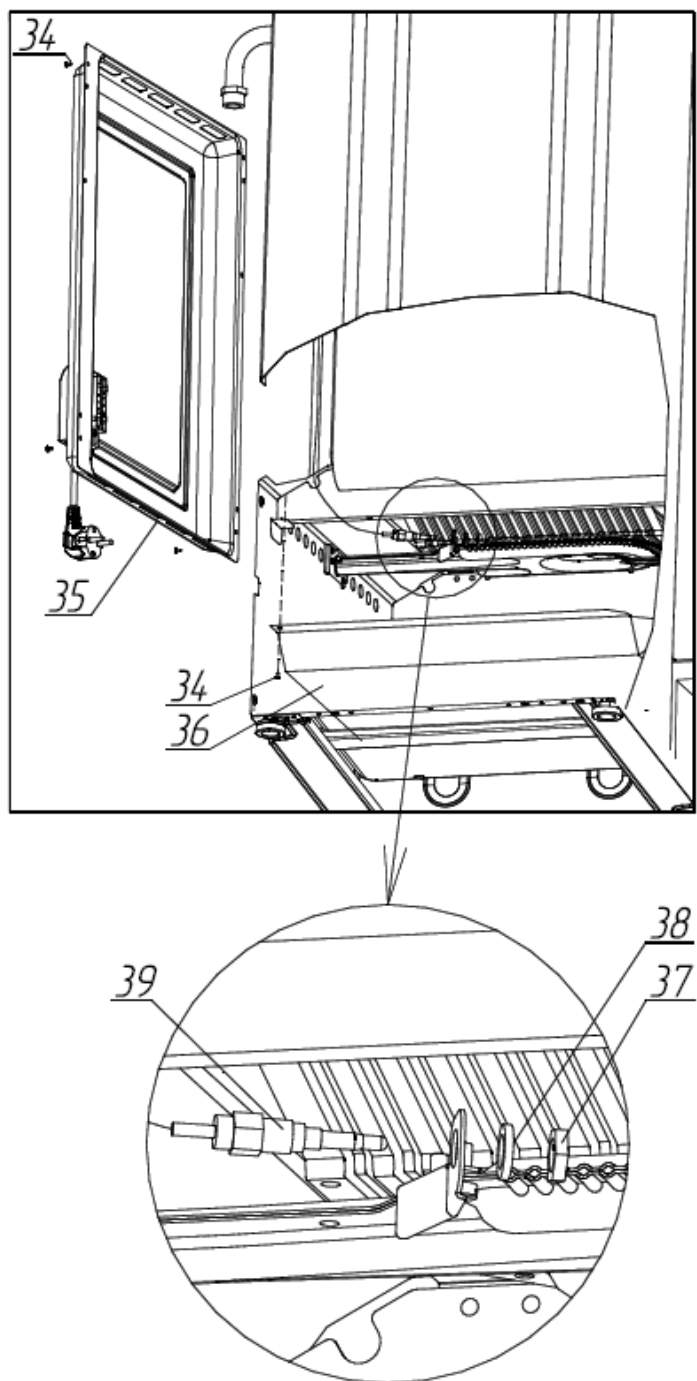

Рисунок 9 - Демонтаж датчика контроля пламени духовки.
Предварительно необходимо снять кожух задний (см. рис.9).
- обеспечить доступ к задней части газовой плиты (см. рисунок 9);
- отвинтить шурупы по металлу (34) и снять задний кожух (35) плиты согласно рисунку 9;
- вынуть ящик для хранения посуды, отвинтить шурупы по металлу (34) - 4 шт. и снять экран горелки (36)
- снять кожух задний (см. рис.9);